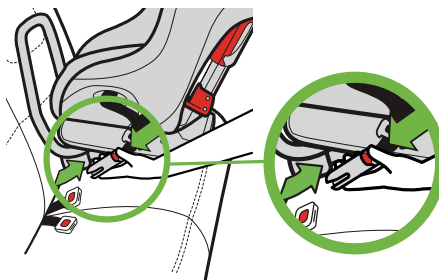

Figure 58
- Appuyez sur le bouton de déverrouillage rouge et maintenez-le enfoncé tout en tirant sur les connecteurs DUA, tel qu'illustré dans la **Figure 58**.